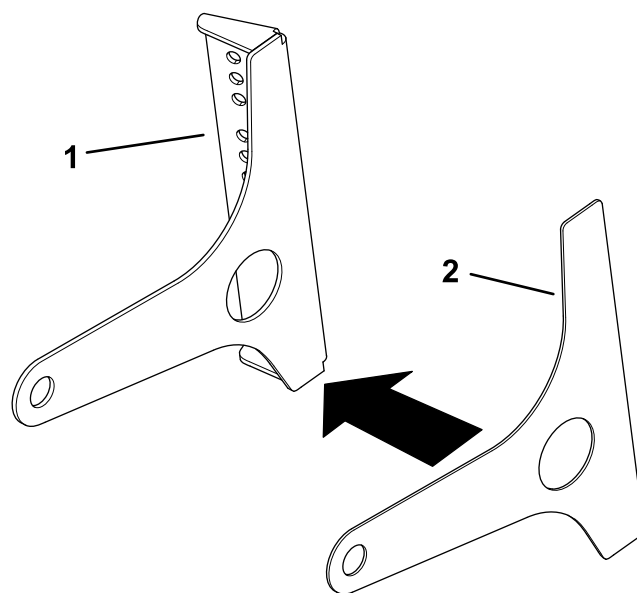

Figura 3
4. Adira a junta do manípulo à montagem do espelho (Figura 3).